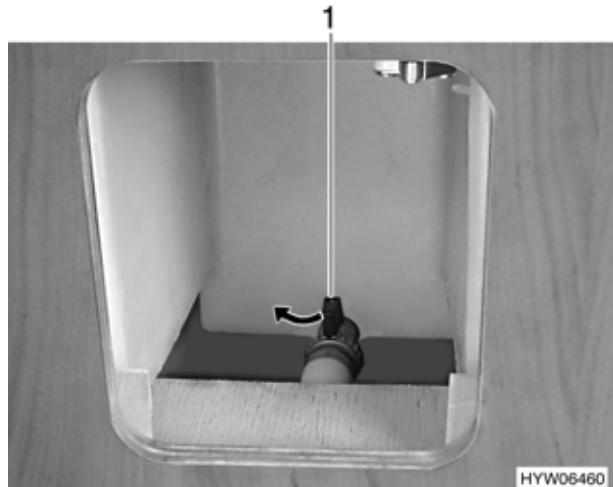

Fig. 146 Serbatoio dell'acqua potabile, rubinetto di scarico acqua, aperto (variante 2)
**Variante 2 (Fig. 146):**
- Girare il rubinetto di scarico acqua (Fig. 146,1) per chiudere nella direzione indicata dalla freccia.
### Variante 2 (Fig. 146):
- Aprire il rubinetto di scarico acqua (Fig. 146,1).